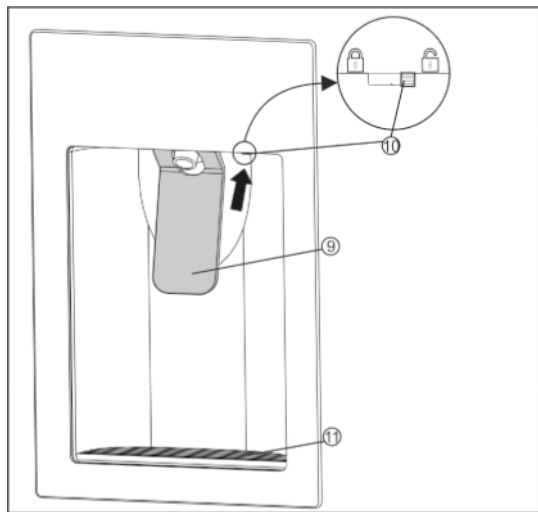

Fig. 23
- ▶ Pro odebrání studené vody zatlačte lopatku Fig. 23 (9) nádobou dozadu.
- ▶ Je možné, že se v misce pod roštem Fig. 23 (11) nahromadí několik kapek vody. Rošt vzadu lehce stlačte a vyjměte. Malé množství vody zachyťte do utěrky.
Ve výdejní jednotce je namontovaný zajišťovací díl Fig. 23 (10), kterým lze lopatku Fig. 23 (9) zablokovat. Zajišťovací díl Fig. 23 (10) lze posunout doleva nebo doprava. Tímto způsobem se zajistí dětská pojistka.